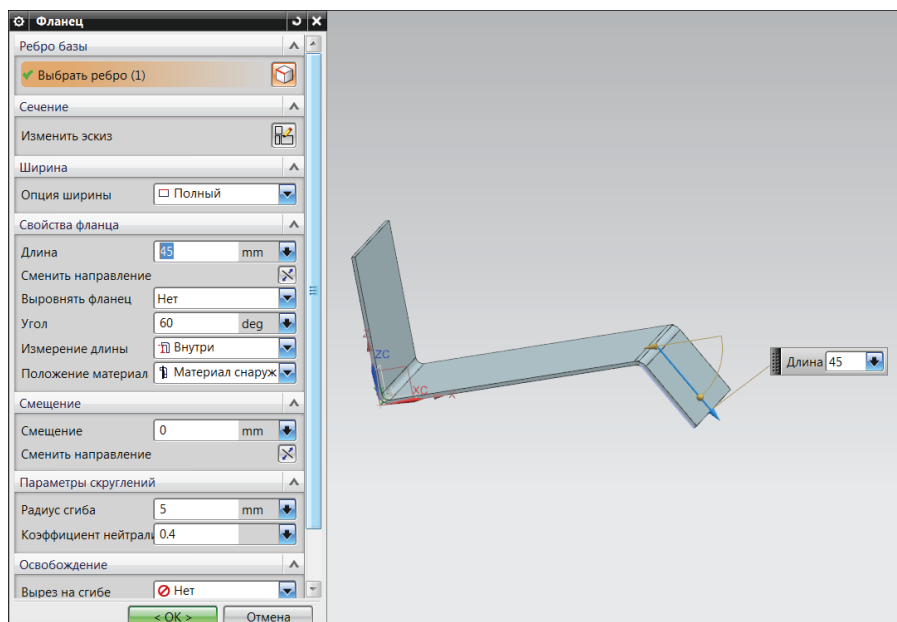

Рис. 1.13. Второй фланец
4. Аналогичным образом постройте фланец с правой стороны базовой пластины (рис. 1.13). Ребро для выбора лежит на нижней стороне пластины. Параметры фланца: **Опция ширины** – Полный (рис. 1.13), **Длина** – 45 мм, **Выровнять фланец** – Нет, **Угол** – 60°, **Измерение длины** – Внутри, **Положение материала** – Материал внутри, **Смещение** – 0 мм, **Радиус сгиба** – 5,0 мм, **Коэффициент нейтрали** – 0,4.